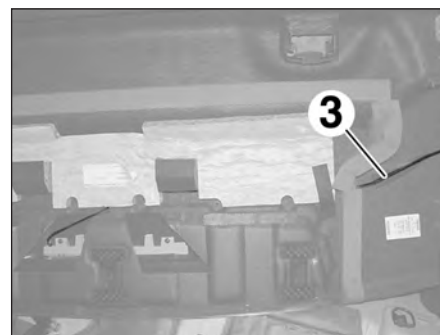

FIG.138
- Dégrafer le faisceau électrique (3) de la tablette arrière (Fig.138).